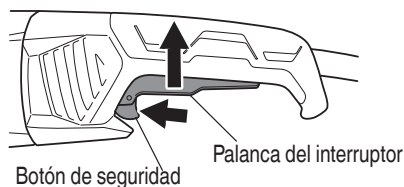

Fig. 3
2. Conecte la alimentación de la amoladora (Fig. 3) Sujetando firmemente la amoladora, utilice un dedo para deslizar el interruptor hasta la posición "ON". Puesta en funcionamiento: